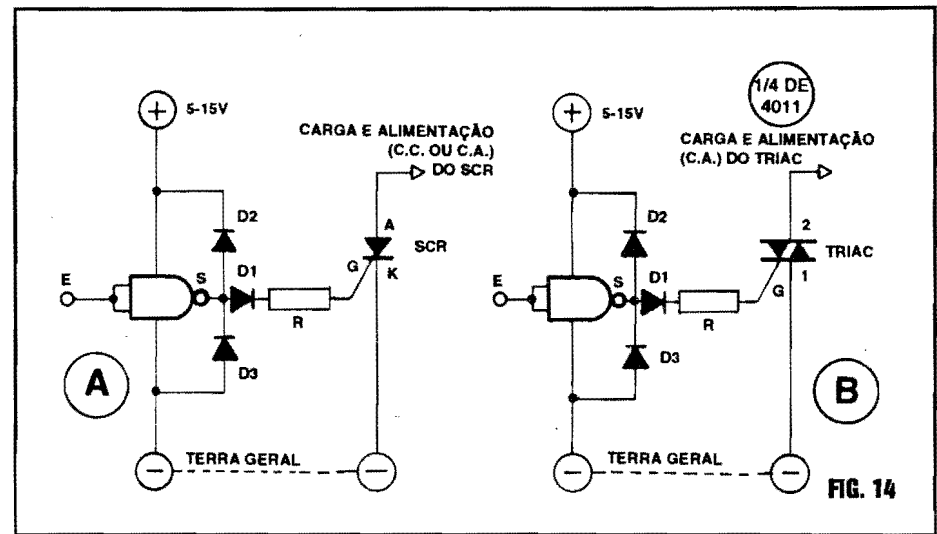

FIG. 14
**- FIG. 14- INDO "ATÉ O TALO", EM TERMOS DE POTÊNCIAS, CORRENTES E TENSÕES "COMANDÁVEIS" POR UMA SAÍDA C.MOS... -** Aos eventuais módulos de Potência acoplados às Saídas C.MOS